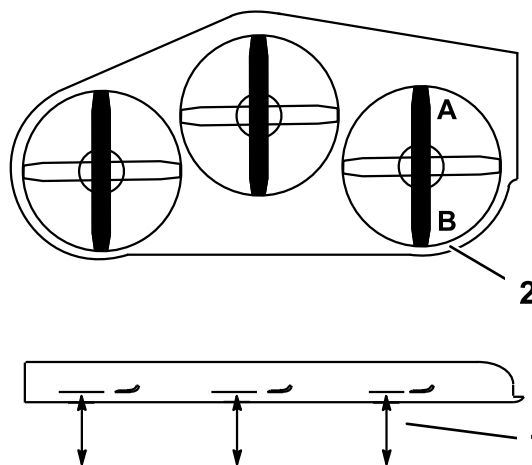

Figure 66
2. Tournez 1 lame dans le sens longitudinal. Mesurez la distance aux points A et B entre une surface plane et le bord coupant des pointes des lames (Figure 66 ou Figure 67).
5. Mesurez la distance aux points C et D (Figure 66) entre une surface plane et le tranchant des lames.